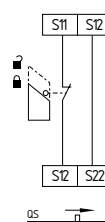

Fig. 15
**Surveillance de protecteur à 1 canal avec dispositifs d'interverrouillage selon ISO 14119 (voir Fig. 15)**